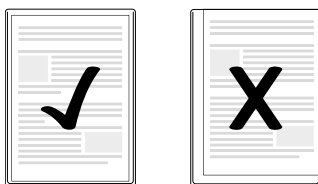

Fig. 1
- Vær opmærksom på, at alle dokumentets kanter skal have mindst to millimeter afstand til folielommens kant som vist på fig. 1.
- ▶ Vær opmærksom på, at alle dokumentets kanter skal have mindst to millimeter afstand til folielommens kant som vist på fig. 1.